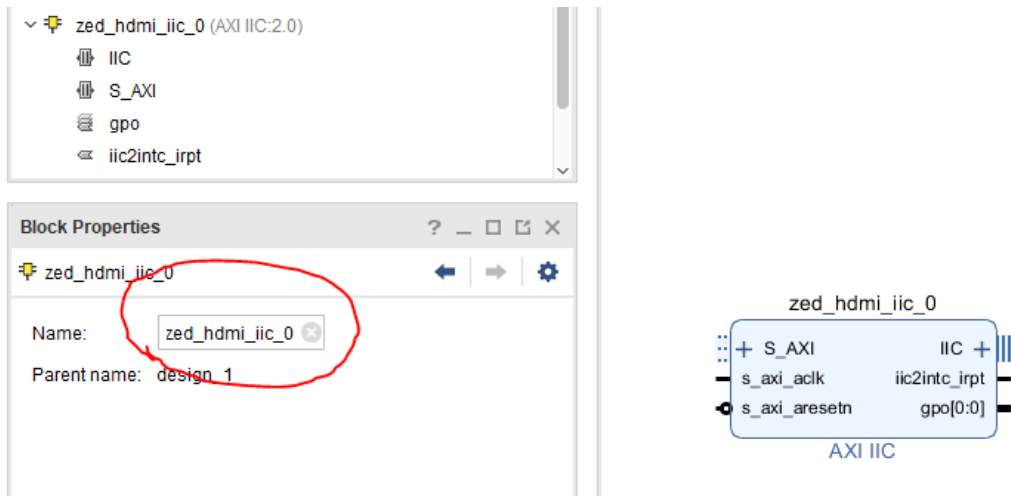

FIGURE 3 – Renommer le bloc I2C
8. Ajoutez un contrôleur I2C (*AXI IIC*), qui sera utilisée pour contrôler le périphérique HDMI et renommez là pour *zed_hdmi_iic_0*, comme vu à la figure 3